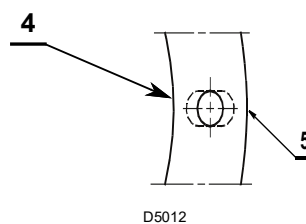

Fig. 7
- Dacă este necesar, măriți găurile din ecranul izolator 4)(Fig. 7).